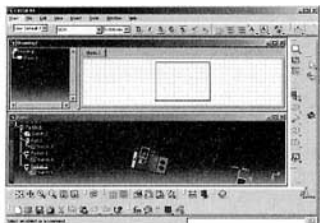

图 3
(2) 指定产生工程图 在生成新视图对话框中选择 EMPTY SHEET, 然后选择图样大小及比例, 最后单击对话框中的 OK 按钮, 此时系统将进入工程图模块并产生新的图样。当产生新的图样后, 接着选择 Windows Tile Horizontally 命令, 此时系统将以水平排列的方式显示两个窗口, 如下图 3。